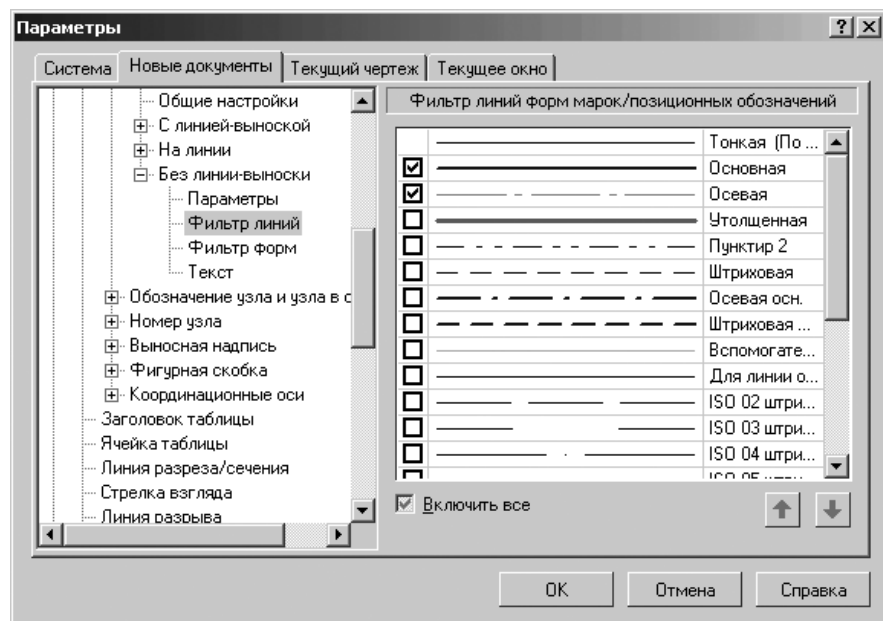

Рис. 10.55. Диалоговое окно **Параметры** с открытой вкладкой **Новые документы** и панелью **Фильтр линий форм марок/позиционных обозначений**
- щелкните в списке настраиваемых элементов **Без линии-выноски** по пункту **Фильтр линий**. В правой части появится панель **Фильтр линий форм марок/позиционных обозначений**, показанная на рис. 10.55;